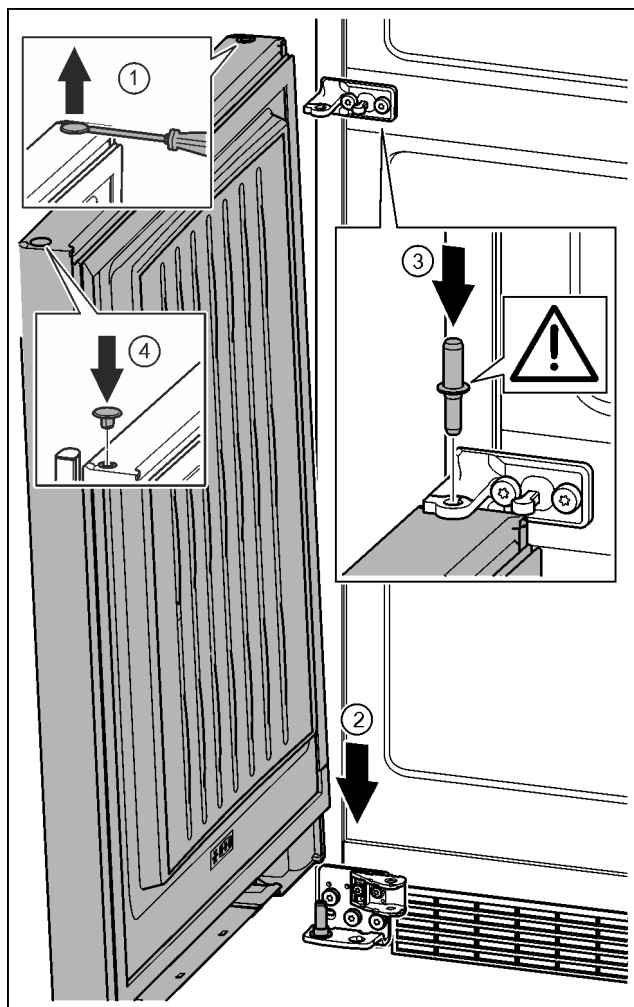

Fig. 35
- ▶ Осторожно приподнять шлицевой отверткой заглушку и извлечь ее. Fig. 35 (1)
- ▶ Установить дверь сверху на нижний опорный палец. Fig. 35 (2)
- ▶ Вставить средний опорный палец через средний опорный кронштейн в нижнюю дверь. При этом следить за тем, чтобы выступ фиксатора был направлен назад. Fig. 35 (3)
- ▶ Заглушку снова вставить с другой стороны. Fig. 35 (4)